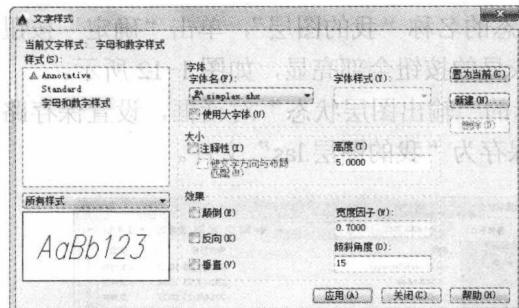

图 1-16 创建“字母与数字样式”
3. 单击“确定”按钮，返回“文字样式”对话框。在“字体名”下拉列表中选择 simplex.shx 选项，在“高度”文本框中输入 5，在“宽度比例”文本框中输入 0.7，在“倾斜角度”文本框中输入 15，如图 1-16 所示，单击“应用”按钮。